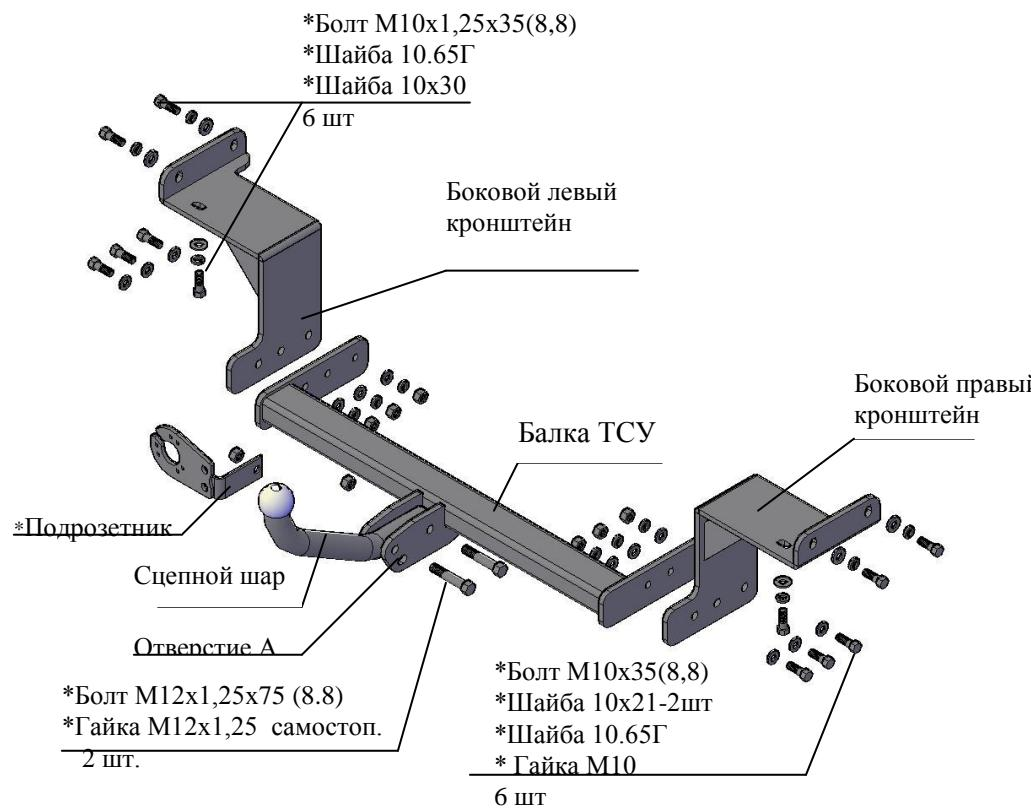

Рис.1 Тягово-сцепное устройство 7351.
2.1 ТСУ 7351 в сборе (рис.1)	1 шт.
2.2 Пакет с комплектующими (см. рис.1)	1 шт.
4.3 Закрепить боковой правый и левый кронштейны ТСУ (соответственно рис.1) к внешним боковым и нижним полкам лонжеронов а/м, используя болты M10x1,25x35 и гайки штатные (в лонжеронах), подложив под головки болтов шайбы гроверные 10.65Г и шайбы 10x30. Крепеж не затягивать.